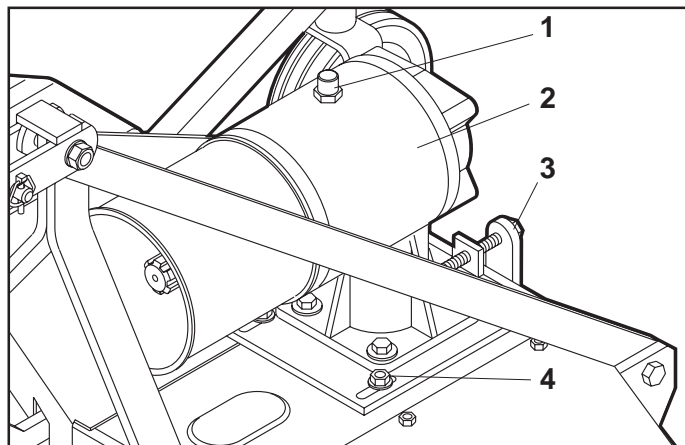

Fig. 14
- allentare le quattro viti che fissano la scatola ingranaggi alla macchina (4 Fig. 14);
- dopo avere allentato il controdado, avvitare o svitare, la vite (3 Fig. 14) di registro tensione cinghie in modo da ottenere quanto sopra descritto.
Se le cinghie risultassero usurate o rotte, sostituirle con cinghie nuove operando sempre tramite la vite di registro (3 Fig. 14) operando nel seguente modo:
- dopo avere allentato il controdado, svitare completamente la vite di registro (3 Fig. 14);